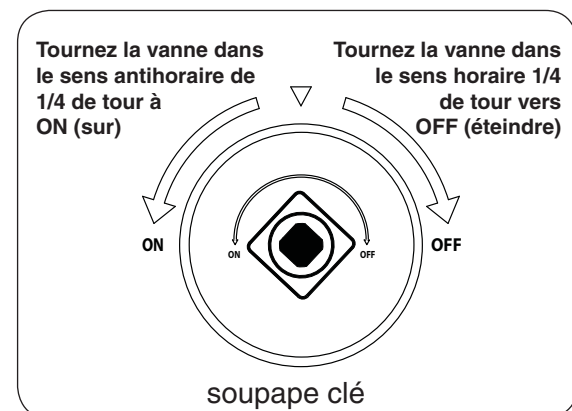

Fig. 30-2
4. **Une fois que le match est en feu et en position**, tournez la vanne clé sens anti-horaire d'un tour à la position **ON** (sur) 1/4 (voir Fig. 30-2). Votre brûleur devrait s'allumer.
Pour éteindre votre brûleur à gaz, tourner la soupape clé vers la droite d'une tour à la position **OFF** (éteindre) 1/4 (voir Fig. 30-2). Assurez-vous que la vanne clé est tournée entièrement au large pour éviter toute fuite de gaz.